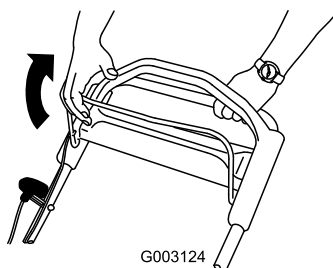

Figura 21
2. Tire de la barra de control de la cuchilla hasta el manillar (Figura 21).